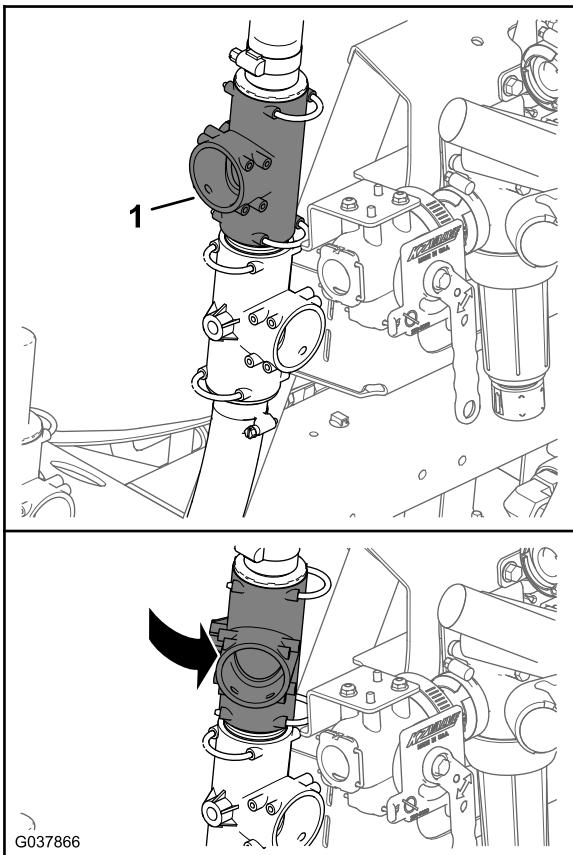

Bild 68
- Drehen Sie das obere T-Anschlussstück um ca. 35° nach rechts (Bild 68).